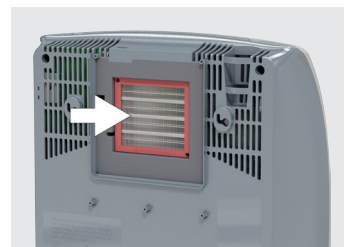

Рисунок 10
6. Установите на место пенопластовый теплоизоляционный элемент. Установите нагревательный элемент до упора в корпус прибора до щелчка защелки. Убедитесь, что нагревательный элемент надежно зафиксирован (рис. 10).